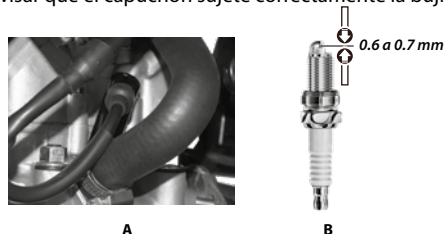

Imagen 18. Bujía.
- Localizar el cable de la bujía en el lado derecho de la **VX250 adventure**. Ver imagen 18-A.
- Verificar la calibración de los electrodos de la bujía, la cual debe ser de 0.6 a 0.7 mm. Ver imagen 18-B.
5. Revisar que el juego libre del acelerador esté dentro de la especificación, además de que la rotación sea suave desde la posición de cerrado hasta la posición de abierto. Ver imagen 18.